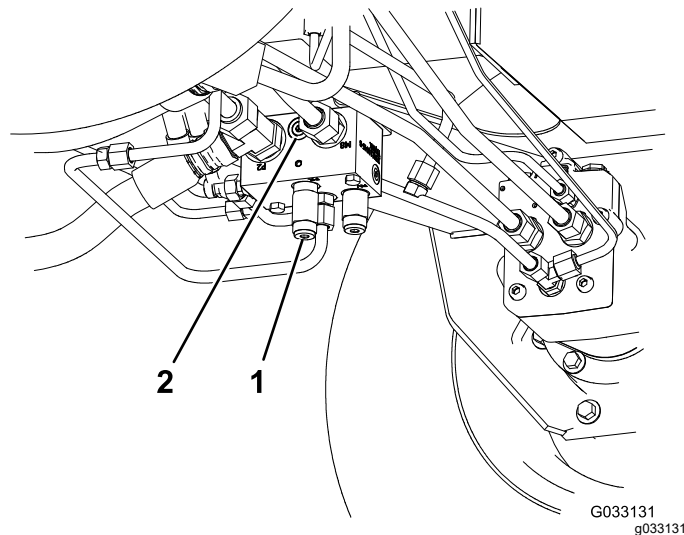

Рисунок 43
1. Установите диагностический штуцер в немаркированное отверстие, расположенное между отверстиями M8 и P2 в заднем тяговом коллекторе (Рисунок 43).